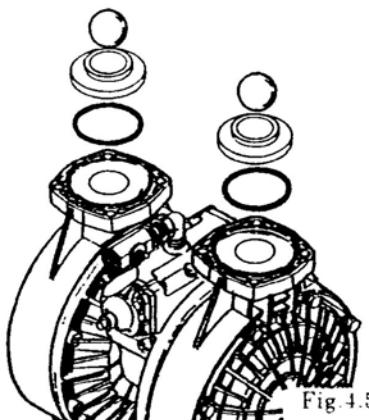

Fig.4.5
- Verwijder de kogels, zittingen en O-ringen.[Fig. 4.5]